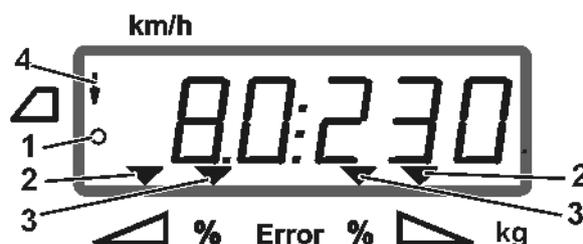

図 6
- **AMADOS⁺** が移動距離計算用インパルスを受信したこと (図 6/1)。
- シャッターが開いていること (図 6/2)。
- 境界散布はディスプレイの矢印 (図 6/4) で表示されます。
- 作業ディスプレイでは、三角形の記号 (図 6/3) が散布量の変更を示します。